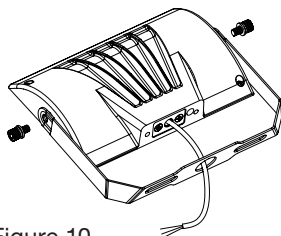

Figure 10
STEP 1: Tighten the flood hardware with hexagon socket screws (Figures 10 and 11).
ÉTAPE 1: Serrez la visserie du projecteur à l'aide de vis à six pans creux (Figures 10 et 11).